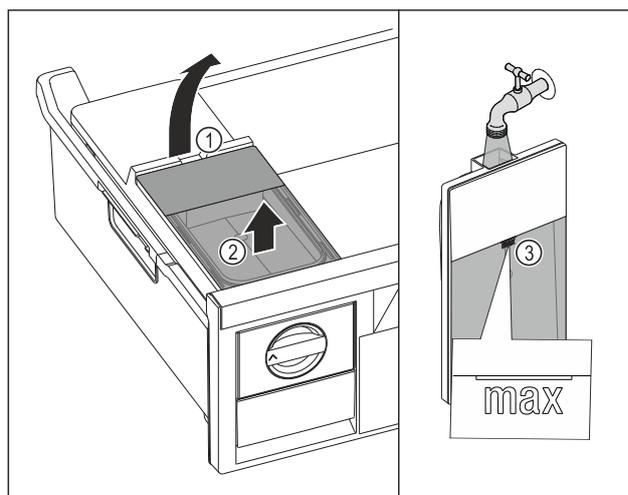

Fig. 103
- ▶ 从凹槽 Fig. 103 (1) 抬起水箱。
- ▶ 向上取出水箱。 Fig. 103 (2)
- ▶ 向水箱注入饮用水，直至标记 Fig. 103 (3)。